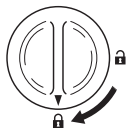

Figura 4 – Cierre la tapa
7. Cierre la tapa de la carcasa aséptica y gire su cierre 90° hacia la derecha hasta que el retén haga «clic» en la posición adecuada. Asegúrese de que la marca se alinea con el símbolo de cerrar (figura 4).